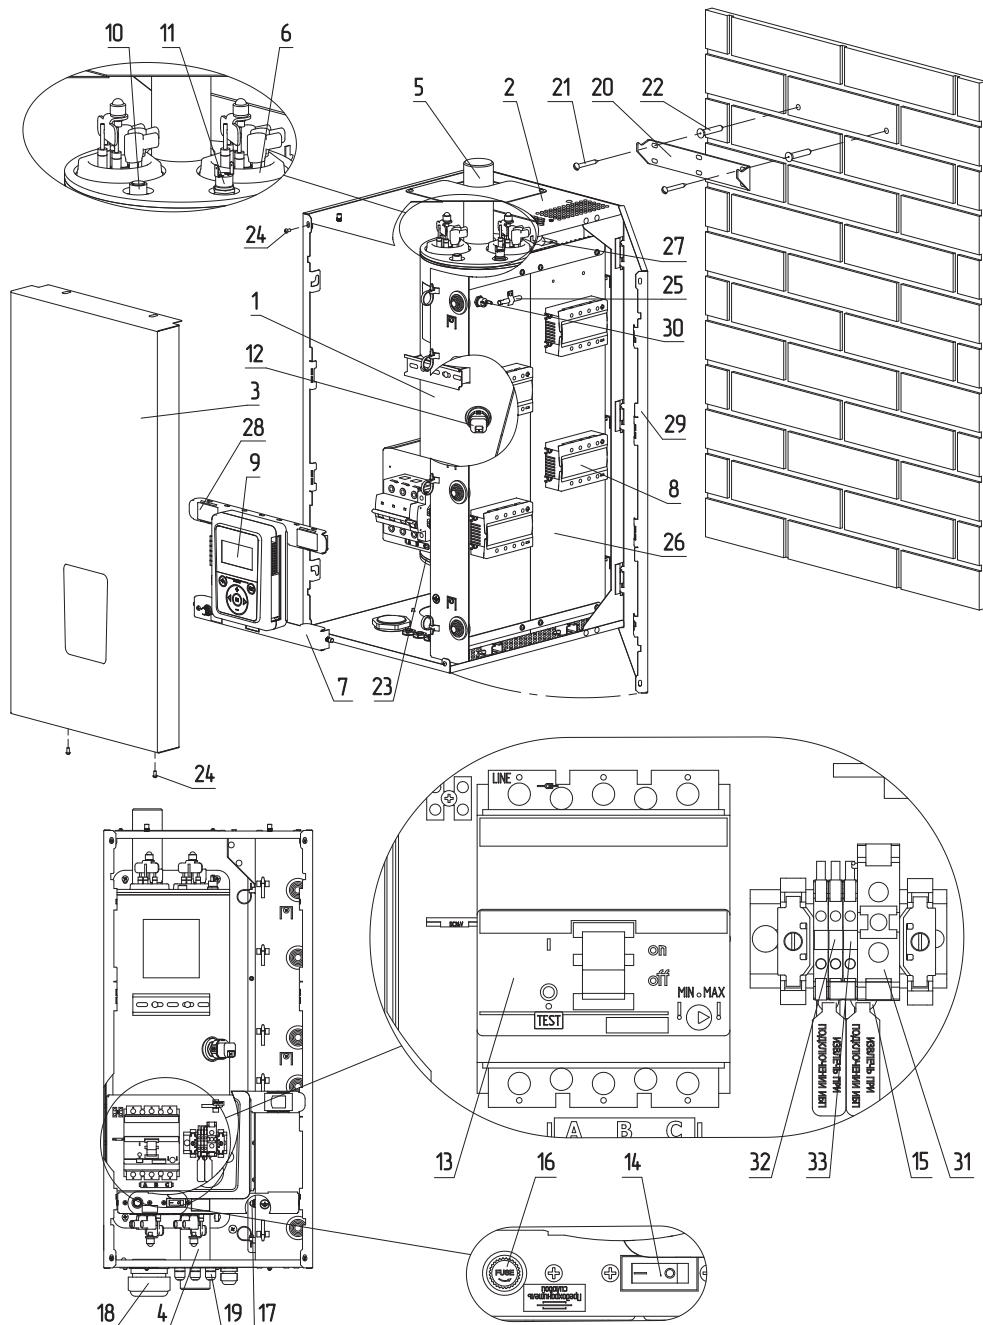
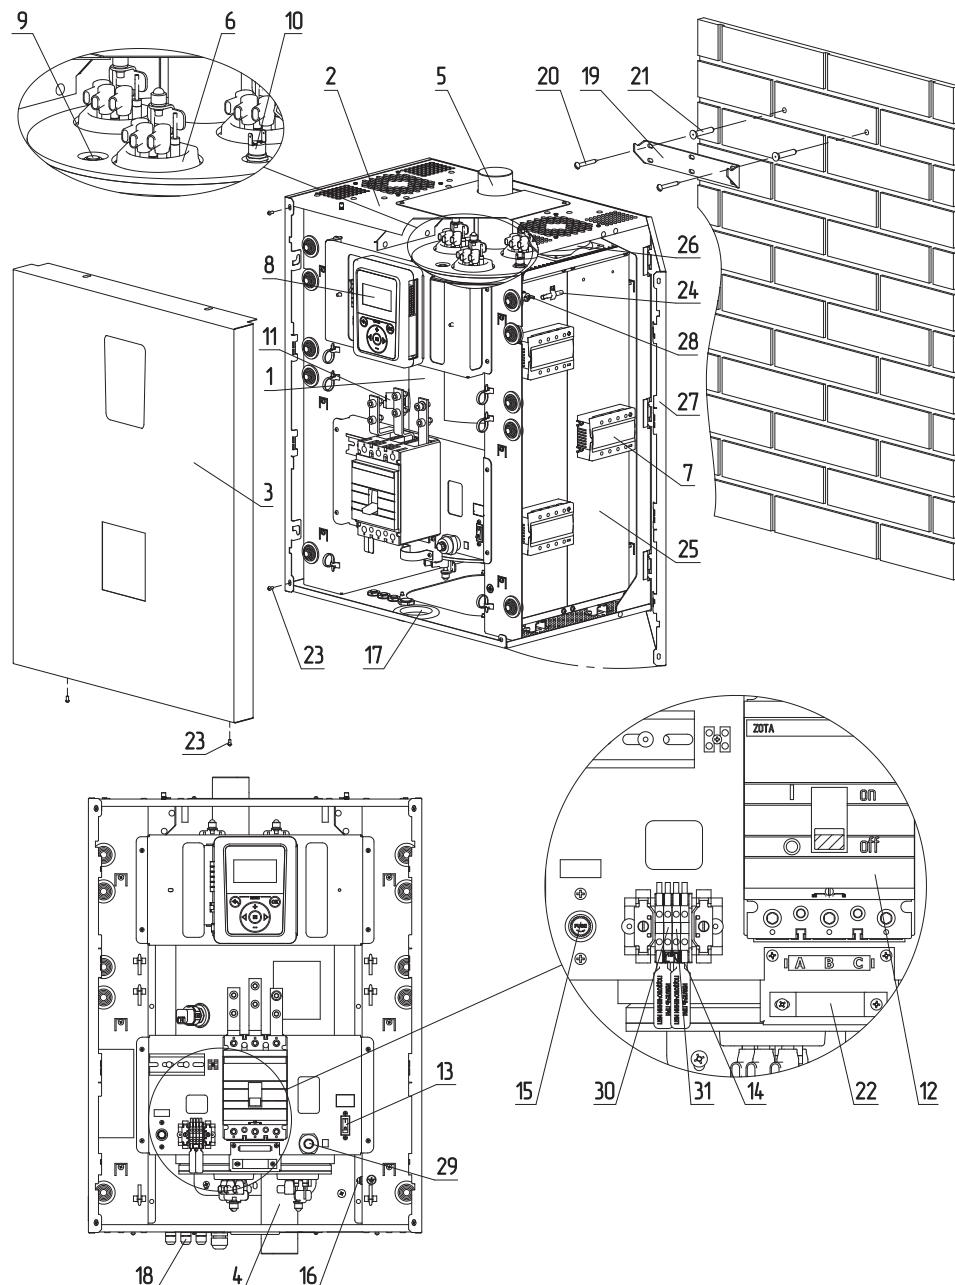
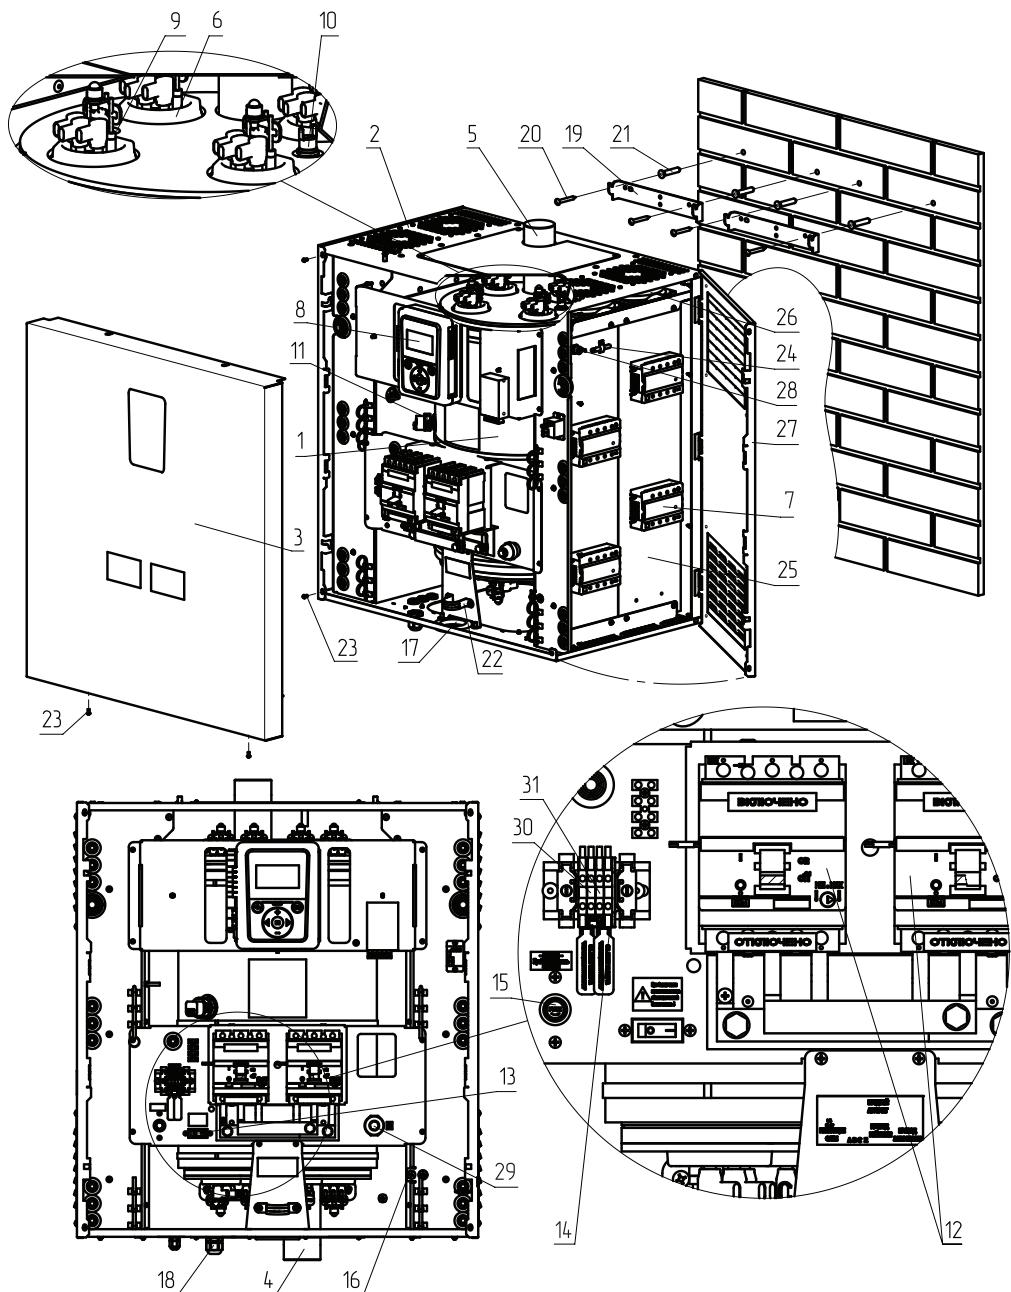

Рис.4 Устройство электрического котла ZOTA SOLID-X 48-60 кВт
Рис.5 Устройство электрического котла ZOTA SOLID-X 72-100 кВт
Рис.6 Устройство электрического котла ZOTA SOLID-X 133 кВт
Закрепите настенный кронштейн на вертикальной поверхности в необходимом месте с помощью шурупов, входящих в комплект, и установите на него котел, как показано на **Рис.1, Рис.2, Рис.3, Рис.4, Рис.5, Рис.6**.
- включить вводной автомат (**Рис.1, Рис.2, Рис.3, Рис.4, Рис.5, Рис.6, поз.13**) вместе с дистанционным расцепителем в верхнее положение;
- перевести выключатель (**Рис.1, Рис.2, Рис.3, Рис.4, Рис.5, Рис.6, поз.15**) в положение ВКЛ;